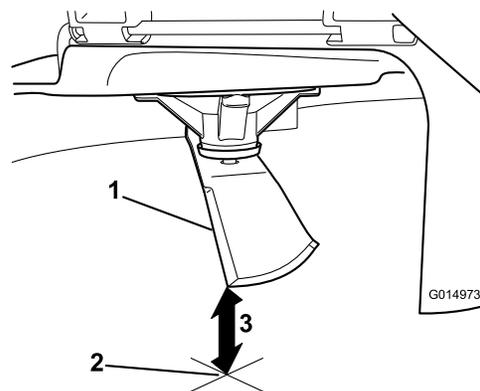

Рисунок 60
5. Измерьте расстояние от конца ножа до плоской поверхности (Рисунок 60).